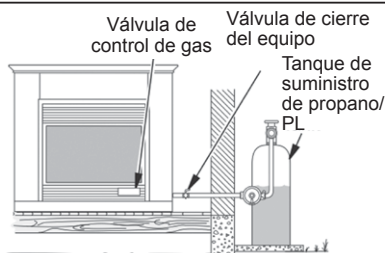

Fig. 18.1: Verificación de las juntas de gas (solo propano/PL)
4. Verifique todas las juntas desde la válvula de cierre del equipo a la válvula de control (consulte las Figs. 18.1 o 18.2). Aplique una mezcla de jabón líquido y agua en las juntas de gas. Si se forman burbujas, es posible que haya una fuga.